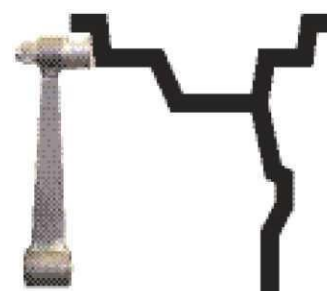

Рис. 10.1
11.2. Данная модель СБ снабжена устройством, позволяющим автоматически вводить диаметр колеса и дистанцию до колеса. Для этого необходимо, взяв за рукоятку, вытянуть из корпуса СБ штангу ввода параметров, подвести палец на конце рукоятки к месту установки корректирующих грузов на внутренней стороне диска (см. рис. 10.1) и удерживать штангу в этом положении до появления звукового сигнала, после чего вернуть штангу в исходное положение. При этом экран
**Примечание:** На маркировке диска указывается диаметр по посадке резины. А с помощью выдвижной штанги вводится диаметр места установки груза, например, на (рис. 10.1) вводится диаметр места установки груза на пружинке, который больше диаметра по посадке резины примерно на 1 дюйм. Поэтому диаметр, введенный выдвижной штангой будет отличаться от диаметра на маркировке диска и шины.